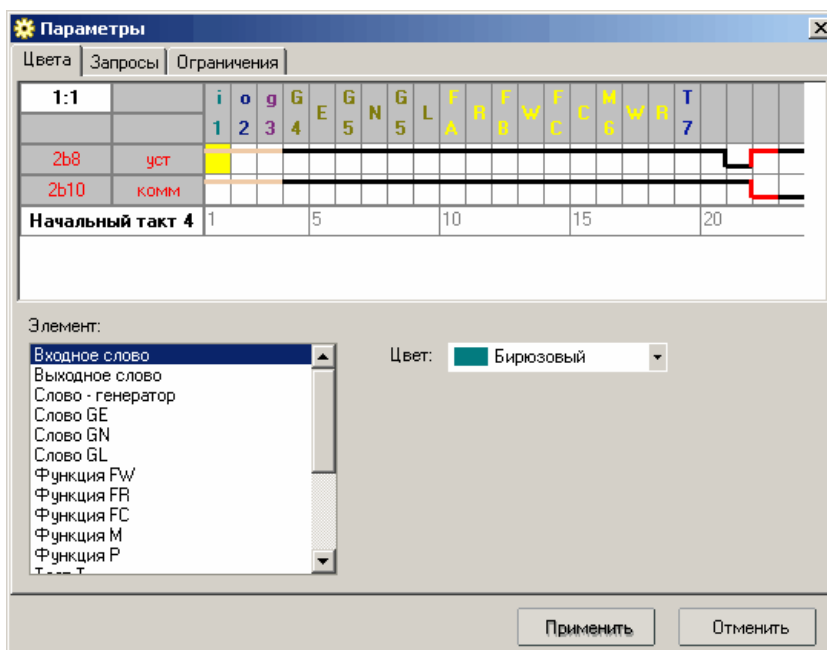

Рис. 18
1. Изменяя настройки вкладки «Цвета» (рис. 18), пользователь может создать свой стиль оформления диаграммы. В верхней части формы приводится пример оформления, отражающий текущие настройки, а в нижней - список элементов диаграммы, цвета которых можно менять и соответствующий цвет. Для упрощения задания новых цветов, можно двойным щелчком на отдельных элементах временной диаграммы слов данных позиционировать курсор на названии элемента в списке.